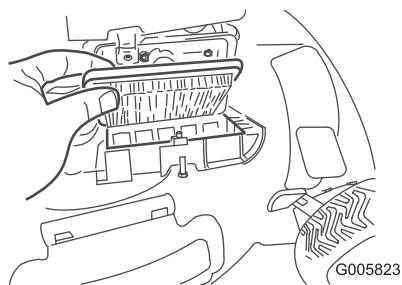

Figura 22
- Cambie el filtro de aire (Figura 22).